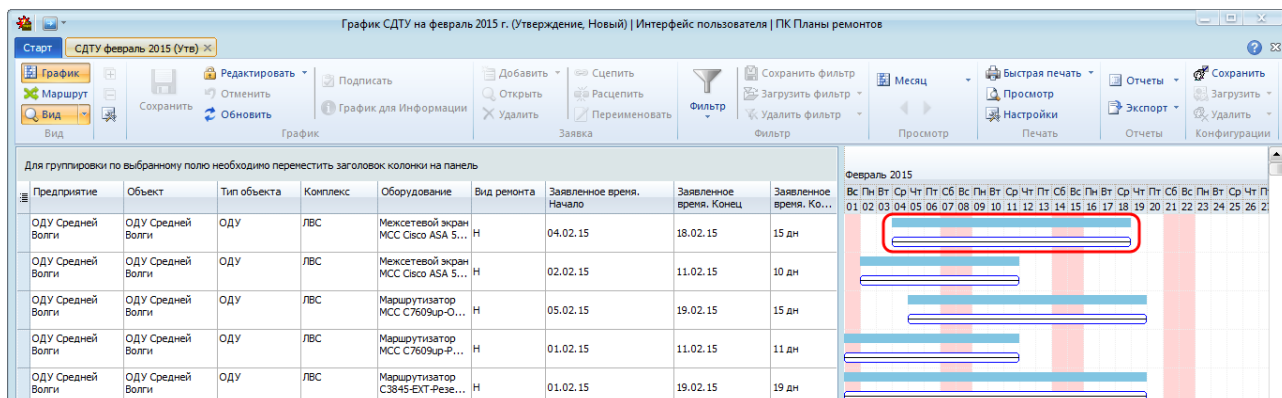

Рисунок 10.40 – Режим отображения заявленного времени на диаграмме
- **«Отображать заявленное время»**. В данном режиме на диаграмме отображается заявленное время и время ремонта. Заявленное время отображается отрезком с узором «Зачеркнутый» (линия, проходящая через середину отрезка) (Рисунок 10.40). Включение режима осуществляется выбором пункта «Отображать заявленное время» из раскрывающегося списка